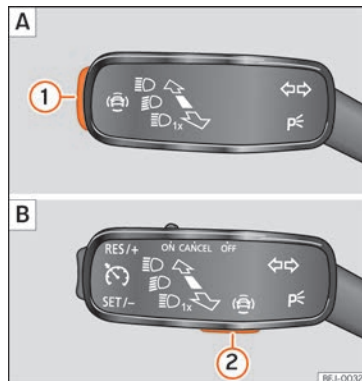

Fig. 86 En la palanca de intermitentes y de luz de carretera: tecla para los sistemas de asistencia al conductor (según versiones).
- Pulse brevemente la tecla »» fig. 86 ① o ② para abrir el menú **Asistentes**.